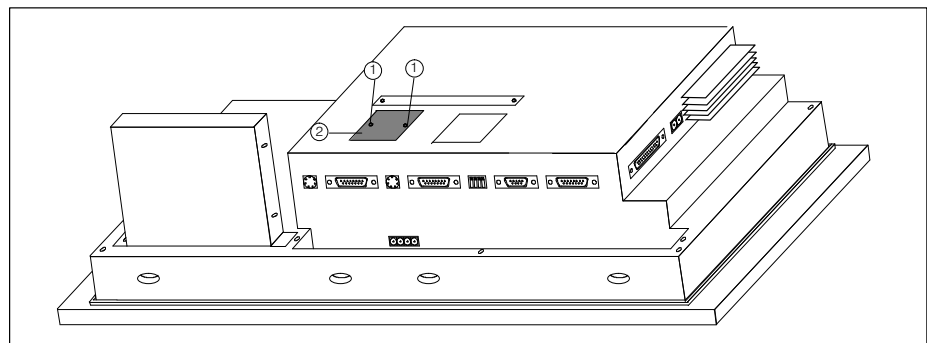
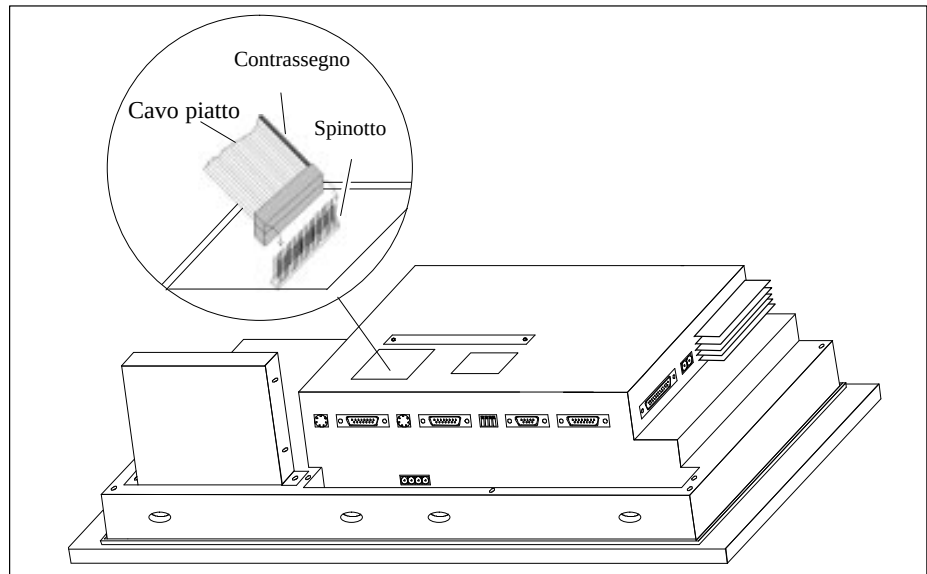

Figura 5-4 Togliere il coperchio
Figura 5-5 L'innesto del modulo di tasti diretti
2. Allentare i due rivetti ad espansione ① e togliere il coperchio ② contrassegnato in figura 5-4 dal pannello posteriore dell'OP.
3. Innestare lo spinotto del modulo di tasti diretti nella presa (vedi figura 5-5), che si trova sotto il coperchio ② (vedi figura 5-4).